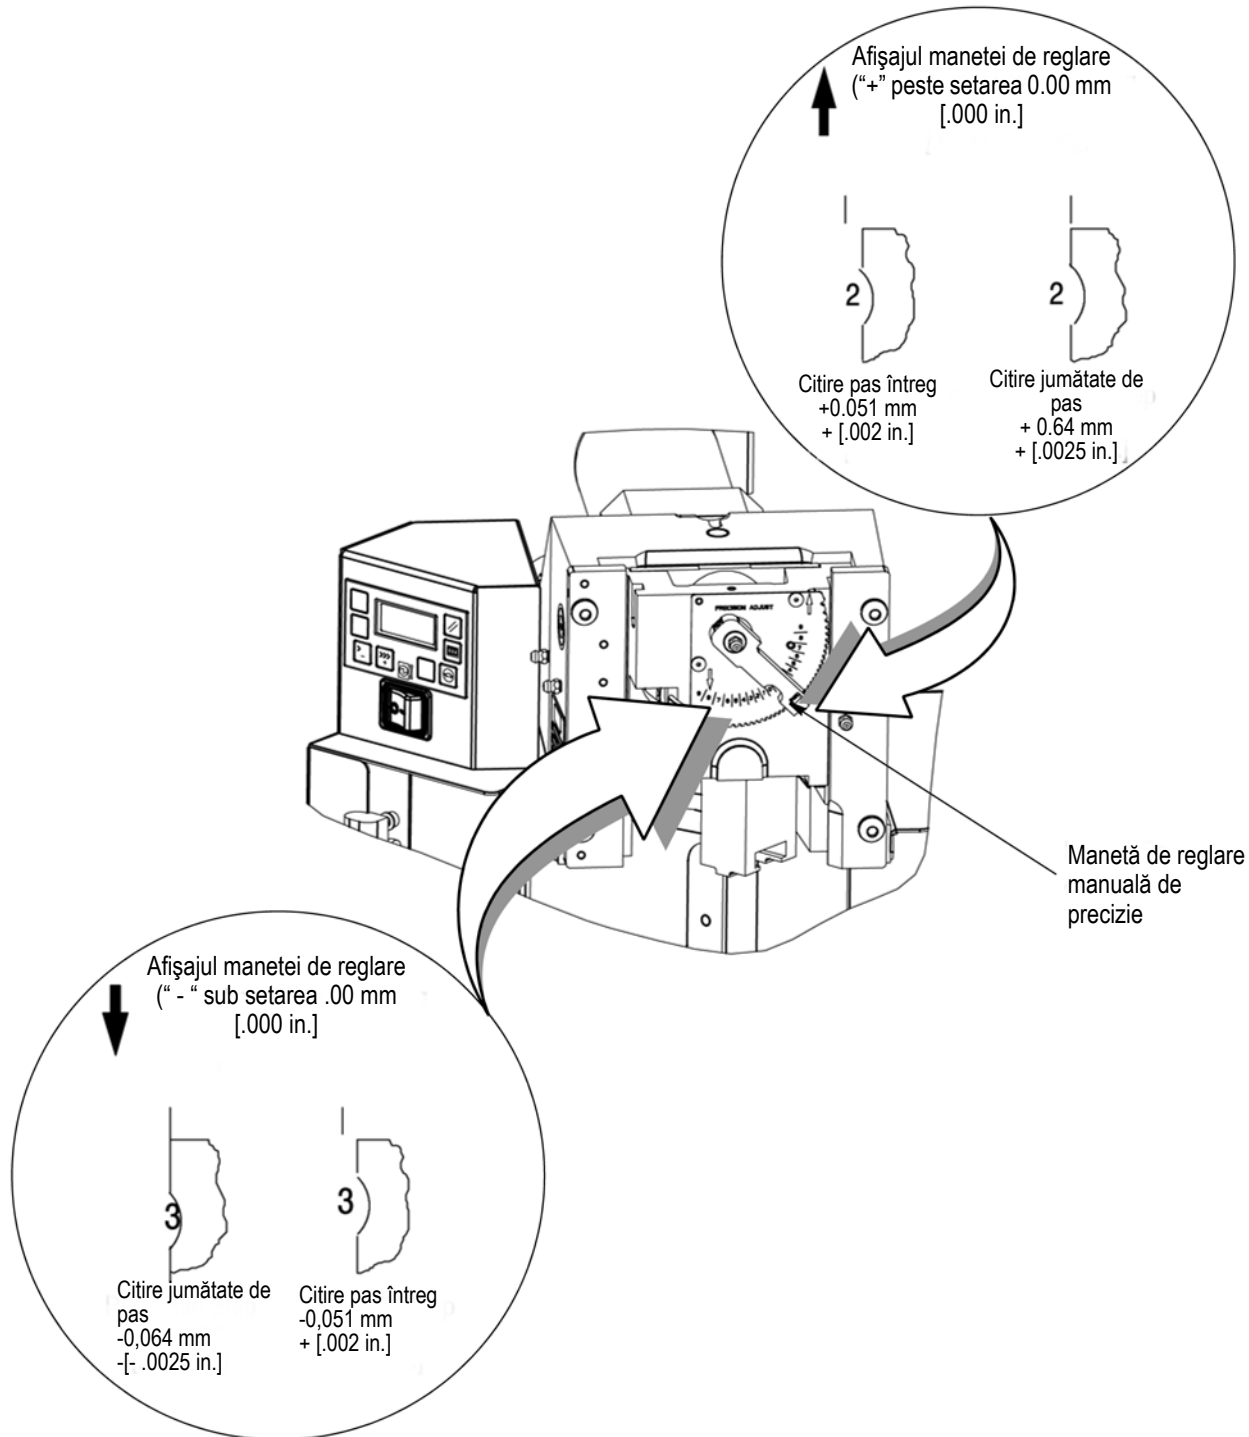

Figura 12
4. Reglați înălțimea de sertizare deplasând maneta de reglare de precizie (Figura 12):